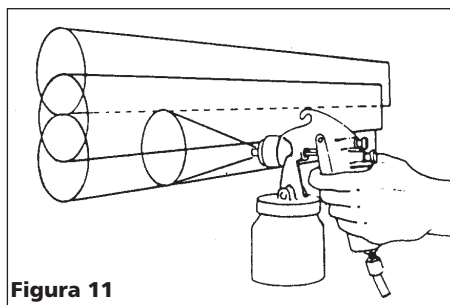

Figura 11
- Los empates entre cada mano deben ser suficientes para obtener un acabado parejo al final (Vea la Figura 11).